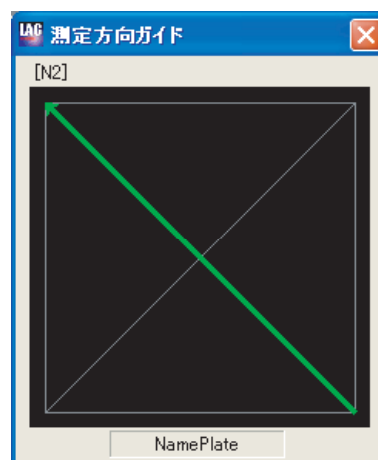

図5-9-21
- ② [N2] 測定値を測定中の測定方向ガイド表示(図5-9-21)
①